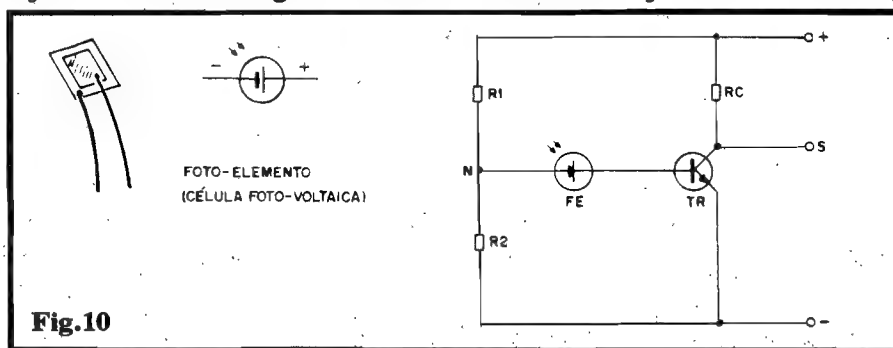

Fig. 10
- FIG. 10 - OS FOTO-ELEMENTOS - Além dos LDRs e dos FOTO-TRANSISTORES, temos ainda, entre os foto-sensores mais utilizados, modernamente, o chamado FOTO-ELEMENTO (tem outros "nomes", como "célula foto-voltaica" ou "foto-geradora",
por grandes superfícies "forradas" de FOTO-ELEMENTOS, que transformam a luz solar incidente em vários watts "elétricos", utilizados na alimentação dos complexos circuitos eletrônicos existentes "dentro" dos ditos satélites! Em termos práticos e objetivos, tais foto-sensores não são de aquisição tão fácil como os LDRs ou FOTO-TRANSISTORES (apenas algumas Lojas, das cidades maiores, têm tal componente para venda...). Entretanto, existem "fontes" onde o Leitor/Hobbysta poderá "garfar" um (ou vários...) foto-elemento, para experiências: as calculadoras do tipo "solar", ou seja, energizadas pela luz, que campeiam por aí... Se uma delas se inutilizar, por qualquer motivo, geralmente poderão ser perfeitamente "aproveitados" os foto-elementos, quase sempre dispostos numa linha de pequenos quadradinhos ou retângulos, logo acima do display das referidas calculadoras! Basta remover (com cuidado) as células, e utilizá-las (para aprender, experimentar e "fuçar"...). Devido à baixa (relativa) energia gerada por tais elementos, sua utilização prática deverá requerer uma forma de "ampliar" suas manifestações... O arranjo mostrado em esquema na fig. 10 dá uma idéia típica de como podemos reforçar os sinais oferecidos por um foto-elemento... Os valores de R1 e R2 deverão ser dimensionados - num exemplo prático - de modo a promover, no ponto N, uma pequena Tensão que, "somada" à gerada pelo FE, possa convenientemente excitar a base de TR, na presença da intensidade de LUZ que se deseja detectar... O "resto" fica por conta da função intrínseca de TR,